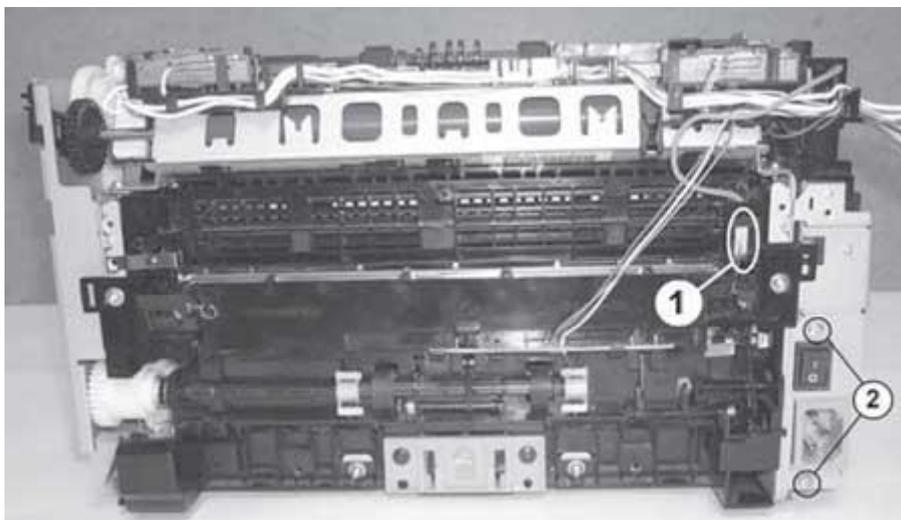

Рис. 8. Разъем подачи высокого напряжения на вал переноса
2. Отключают разъем подачи высокого напряжения на вал переноса (рис. 8, поз. 1) и освобождают провода из пазов прокладки.